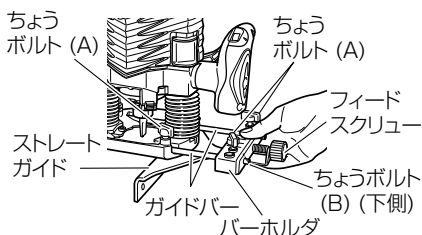
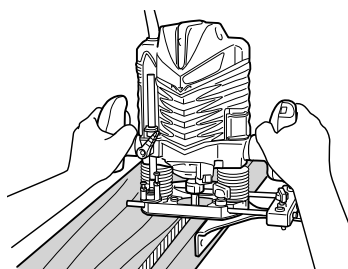

図 14
図 15
- (1) バーホルダの穴にガイドバーを入れ、バーホルダの上側から2本のちょうボルト(A)で軽く締付けます。(図14)
- (2) ガイドバーをベースの穴に差し込み、しっかりとちょうボルト(A)で締付けます。
- (3) フィードスクリューでビットからガイド面までの寸法を微調整し、バーホルダ上のちょうボルト(A)と、ちょうボルト(B)でしっかりとストレートガイドを固定します。
- (4) 材料加工面にサブベース下面を密着させ、ストレートガイドのガイド面を材料に沿わせてご使用ください。(図15)